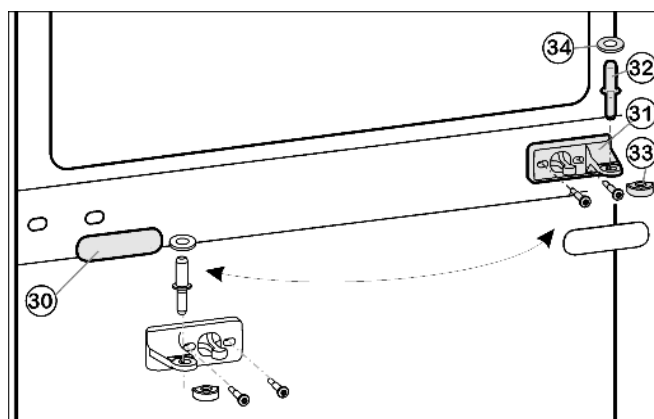
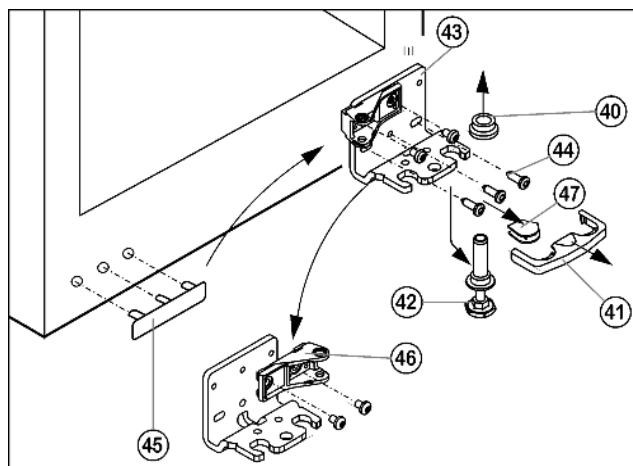

Fig. 11
Fig. 12
- ▶ Вытащите средний опорный палец Fig. 11 (32) с шайбой Fig. 11 (34) из опорного кронштейна и нижней дверцы.
- ▶ Пластмассовый колпачок Fig. 11 (33) снимите.
- ▶ Снимите средний опорный кронштейн Fig. 11 (31).
- ▶ Осторожно снимите накладку Fig. 11 (30).
- ▶ Открутите средний опорный кронштейн Fig. 11 (31) и прикрутите его с поворотом на 180° на новую сторону шарнира.
- ▶ Защелкните накладку Fig. 11 (30), повернув на 180°, на стороне, где теперь будет ручка.
- ▶ Предохранитель Fig. 12 (41) снимите движением вперед.
- ▶ Снимите крышку Fig. 12 (47).*
- ▶ Полностью вверните регулируемую опору Fig. 12 (42).
- ▶ Вытащите опорный палец Fig. 12 (42) вниз и вперед. При этом следите за гнездом шарнира Fig. 12 (40).
- ▶ Открутите опорный кронштейн Fig. 12 (43) (3 шт. Torx 25) Fig. 12 (44).
- ▶ Осторожно снимите и переставьте на противоположную сторону крышку со стороны ручки Fig. 12 (45).
- ▶ Снова прикрутите нижний опорный кронштейн Fig. 12 (43) на новой стороне шарнира при необходимости с помощью аккумуляторного шуруповерта.
- ▶ Открутите опорный кронштейн Fig. 12 (46) и снова прикрутите внутри с поворотом на 180°.
- ▶ Установите крышку Fig. 12 (47) на противоположной стороне.*
- ▶ Предохранитель (41) нужно зафиксировать сбоку на кронштейне, чтобы опорный палец и двери были защищены от выпадения.
- ▶ Снова защелкните предохранитель (41) на опорном кронштейне.
- ▶ Наденьте гнездо шарнира Fig. 12 (40).
- ▶ Установите дверцу сверху на нижний опорный палец Fig. 12 (42).
- ▶ Снова наденьте пластмассовый колпачок Fig. 11 (33) на средний опорный кронштейн Fig. 11 (31).
- ▶ Вставьте средний опорный палец Fig. 11 (32) на новой стороне шарнира через средний опорный кронштейн Fig. 11 (31) в нижнюю дверцу.
- ▶ Установите шайбу Fig. 11 (34) на средний опорный палец Fig. 11 (32).
- ▶ Установите верхнюю дверцу на средний опорный палец Fig. 11 (32).
- ▶ Выверните средний винт на нижнем опорном кронштейне Fig. 12 (43).
- ▶ При необходимости выровняйте дверцы через два продольных паза в нижнем опорном кронштейне Fig. 12 (43) и среднем опорном кронштейне Fig. 11 (31) параллельно корпусу устройства.